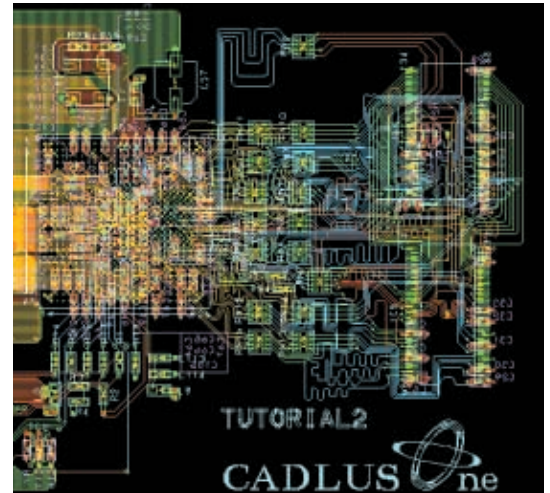

図3 パターン配線を終えたファイル ESC_SAMPLE1_C.COMP の一部
- 特に BGA は回路図からパターン・イメージが分かりにくいので、CAD 上で確認する。などが挙げられます。これらを考慮し、パターン配線を行います。パターン配線を終えたファイルが ESC_SAMPLE1_C.COMP です(図3)。